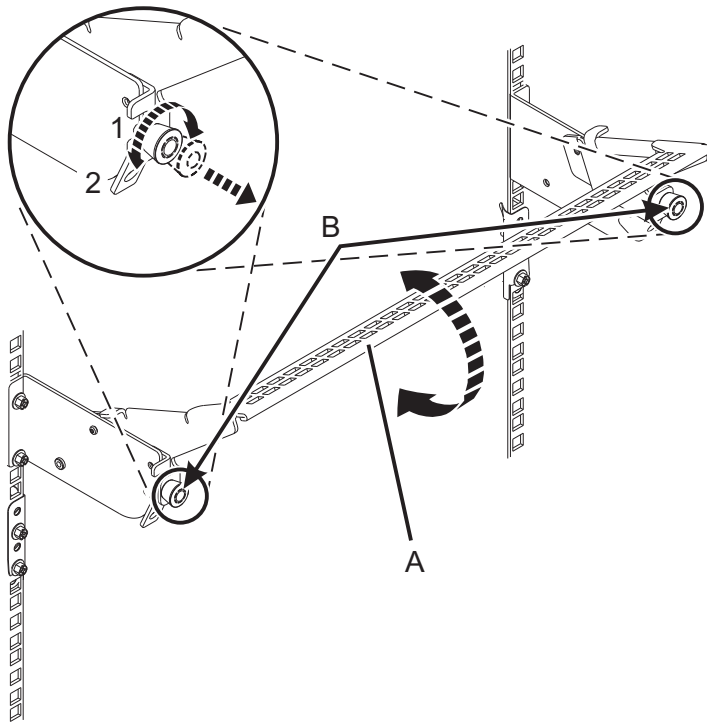

Figure 75. Placement du crochet de routage des câbles en position de fonctionnement
3. Placez le crochet de routage des câbles en position de maintenance. Voir figure 75, à la page 72.